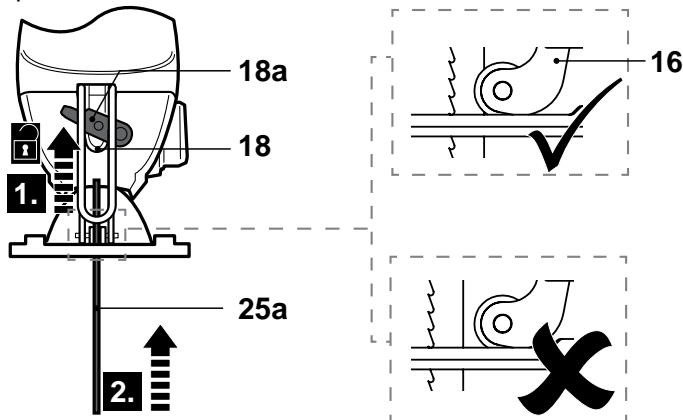

Fig. 1
- > Appuyer sur le levier [18a] et le maintenir en position (Fig. 1, étape 1).
- > Insérer la lame de coupe requise [25a, 25b] dans le logement pour outil [18] jusqu'à atteindre la butée (Fig. 1, étape 2). S'assurer que le bord de la lame longue bien le guide-lame [16].